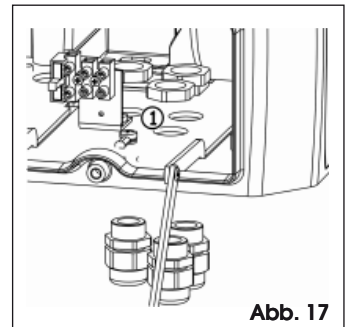

Abb. 17
3. Die drei im Lieferumfang enthaltenen Kabelverschraubungen in die Öffnungen unter dem Motorkörper montieren, Abb. 17 Bez. ①, und dabei die Ausrichtung laut Abb. 17 einhalten.